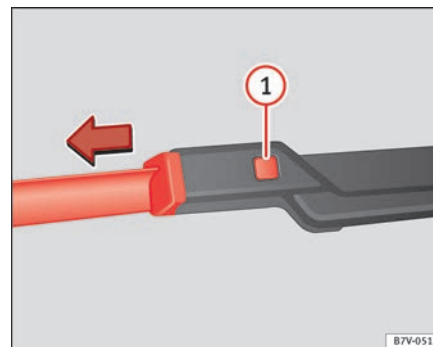

Fig. 158 Substituição das escovas do limpa pára-brisas.
- Mantenha pressionado o botão de desbloqueio ⇒ Fig. 158 ① e puxe ligeiramente a escova no sentido indicado pela seta.